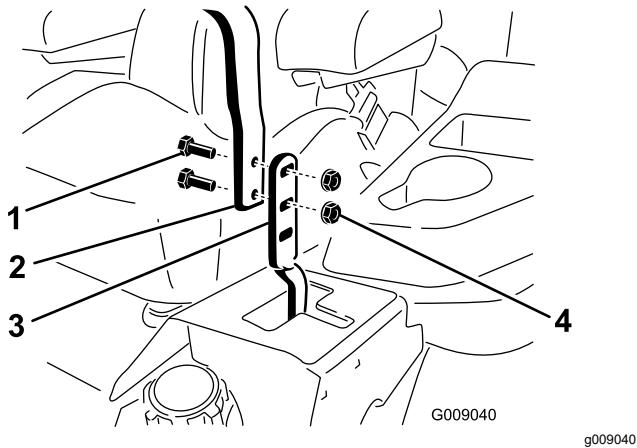

Bild 64
3. Lösen Sie die Schrauben und die Bundmuttern, die in den Hebeln installiert sind (Bild 64).